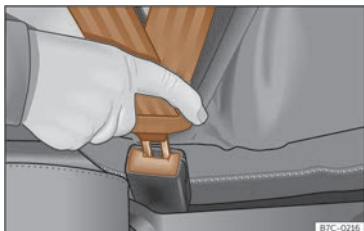

Fig. 13 Insérer la languette de la ceinture de sécurité dans son boîtier de verrouillage.
- Le pêne doit être encastré dans le boîtier de verrouillage du siège auquel il est destiné »» **fig. 13**.